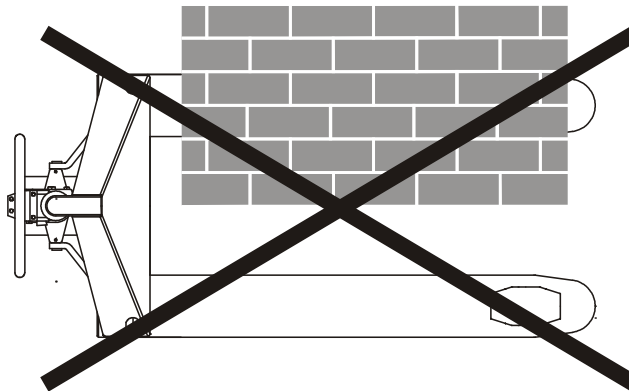

Figura 12 – Posicionamento da Carga
Verificar se a carga a ser movimentada não excede a capacidade de carga do transpalete. Introduza os garfos lentamente no palete até que a extremidade traseira do garfo encoste na carga (figura 11). No acionador manual, mude a posição para baixo “LEVANTAR”, e levante a carga fazendo movimento de bombeamento. A carga sempre deve estar bem distribuída entre os garfos (figura 12).
*Si la carga a ser movida no excede la capacidad de carga del transpalete. Inserte las horquillas lentamente en el pallet hasta que el extremo trasero de la horquilla quede en la carga (figura 11). En el accionador manual, cambie la posición hacia abajo "LEVANTAR", y levante la carga haciendo movimiento de bombeo. La carga siempre debe estar bien distribuida entre las horquillas (figura 12).*